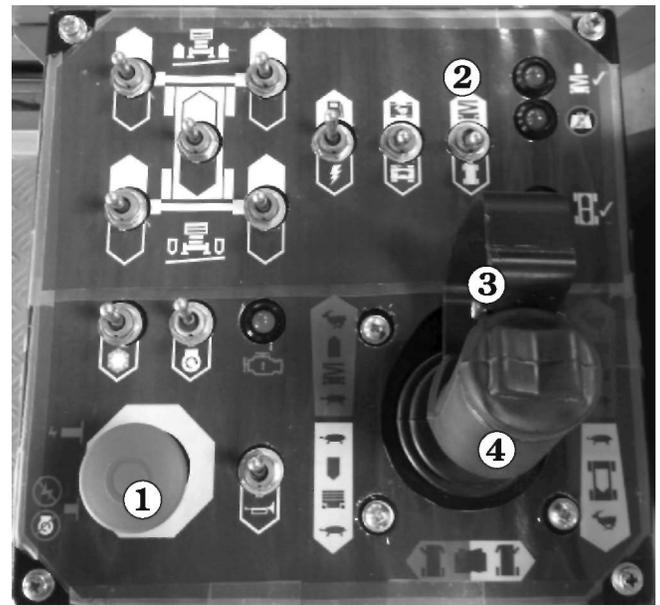

Abbildung 9.3
2. Stellen Sie den **Auswahlschalter 2** (siehe Abbildung 9.3) auf die Plattformfunktion (oben) ein.
- Drücken Sie den **Totmann Schalter** ③, und ziehen Sie den **Joystick** ④ (siehe Abbildung 9.3) nach nach hinten. Die Plattform sollte senken. Falls die Plattform nicht absenkt, holen Sie Hilfe.